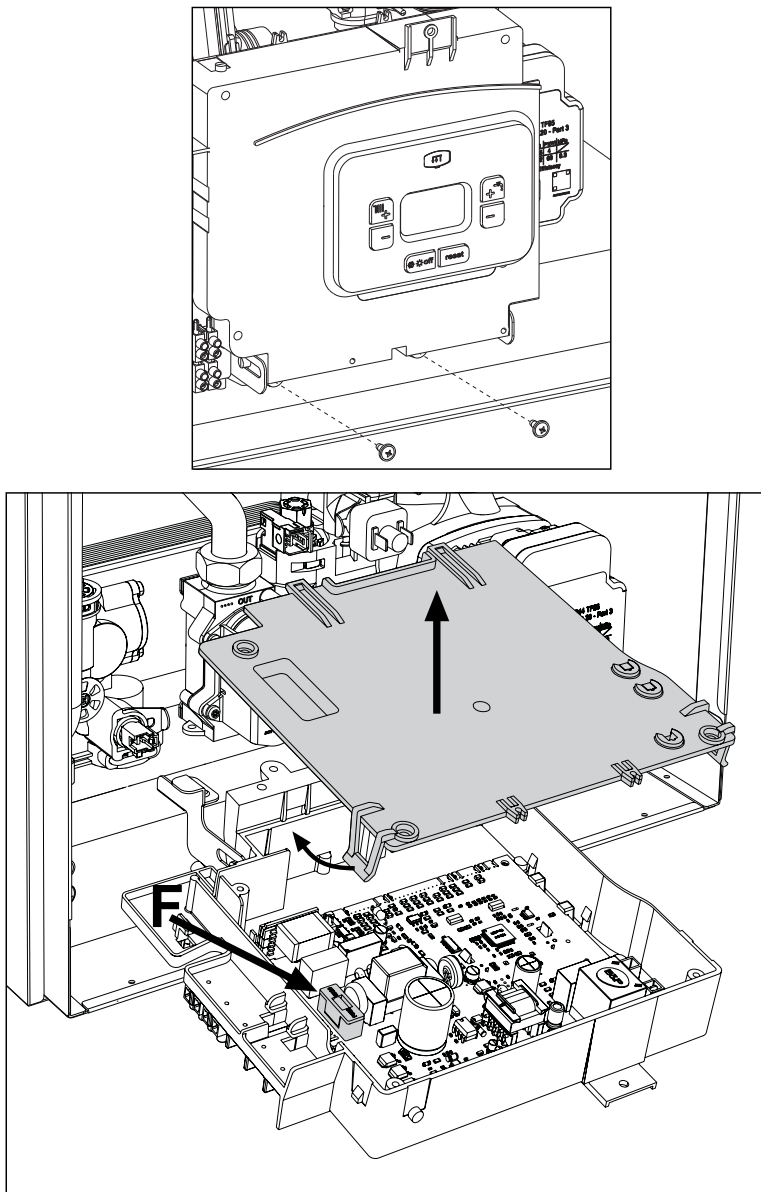

fig. 20
Urmând indicațiile din fig. 20, puteți accesa siguranța fuzibilă (F).
2.5.5 Configurarea întrerupătorului ON/OFF (det. A din fig. 20)